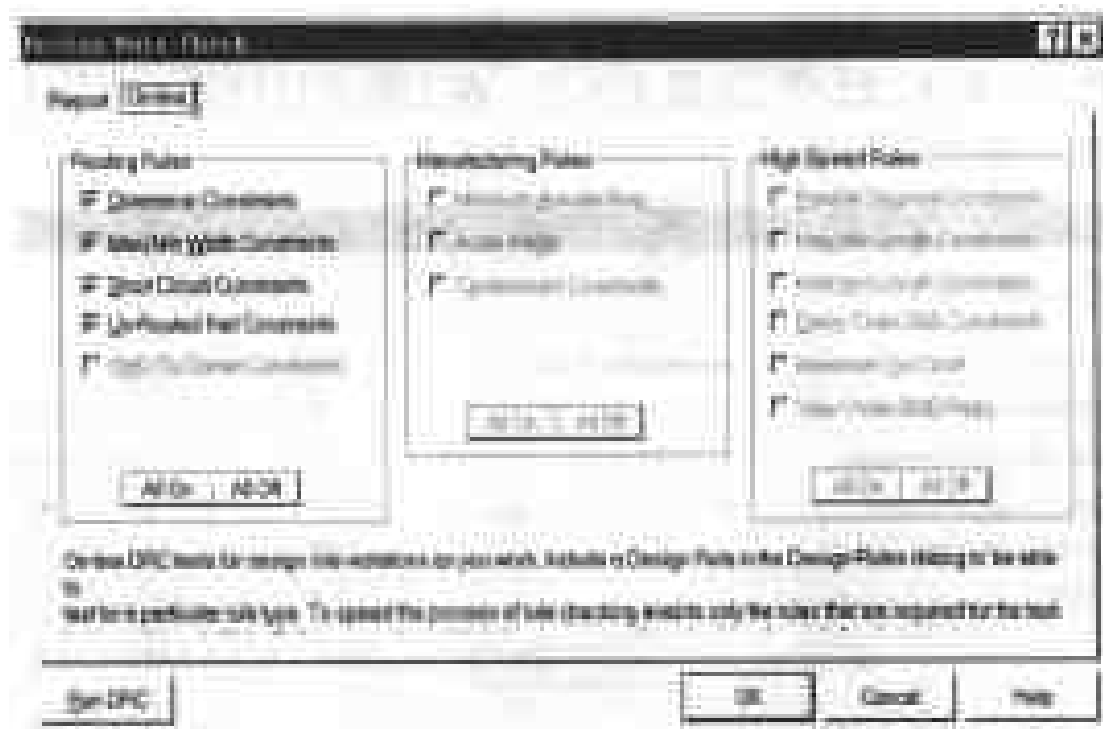

图 9-62 在线 DRC 设置对话框
(2) On-line 页。On-line (在线) 页用于设置在线方式检查设计规则的各个选项, 如图 9-62 所示, 包括三个区块, 与前一页的功能一样, 在此不作赘述。安排这一页的目的是设定在线上 DRC 检查, 也就是走线时进行的 DRC 检查。